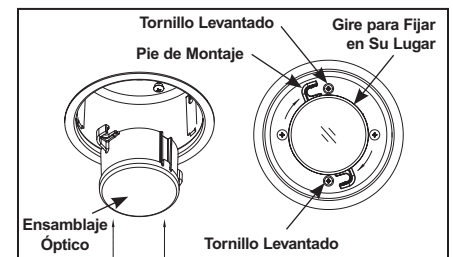

Figura 7
Paso 3. Inserte el ensamblaje óptico en la carcassa, con los pies de montaje alineados con los tonillos levantados. Gire el ensamblaje óptico en el sentido del reloj de modo que los pies de montaje se enganchen en los tornillos. Gire firmemente para fijar en su lugar (Figura 7).
Paso 2. Quite el ensamblaje óptico de la carcasa girando en el sentido contrarreloj para desbloquear. (Figura 7)